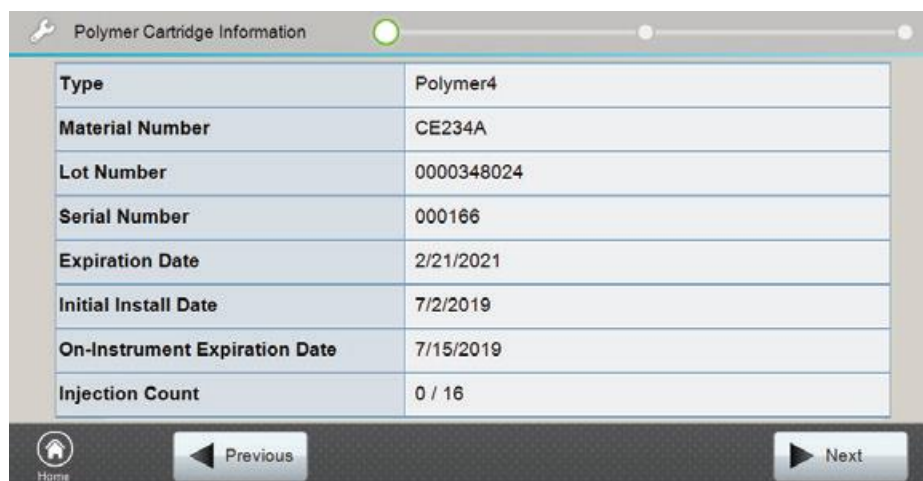

図 27 Polymer Cartridge Information 画面
3. バーコードスキャナーでポリマーカートリッジのバーコードを読み込んでください。セットを開始しているポリマーカートリッジの情報が Polymer Cartridge Information の画面（図 27）に表示されます。